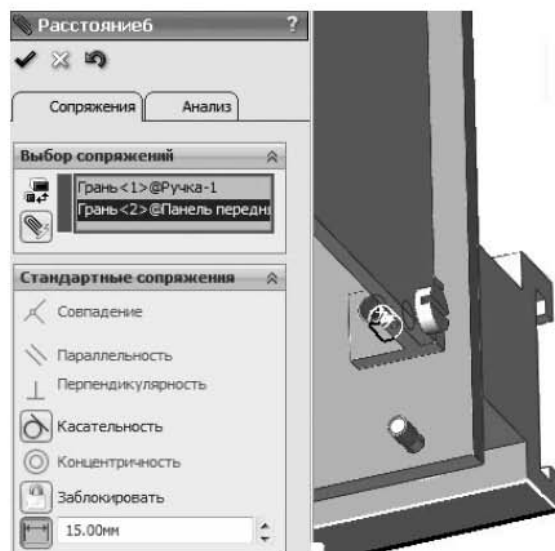

Рис. 6.75. Задание расположения ручки
14. Используя сопряжение На расстоянии, установите ручку на расстоянии **15 мм** от оси отверстия в передней панели под винт (рис. 6.75).